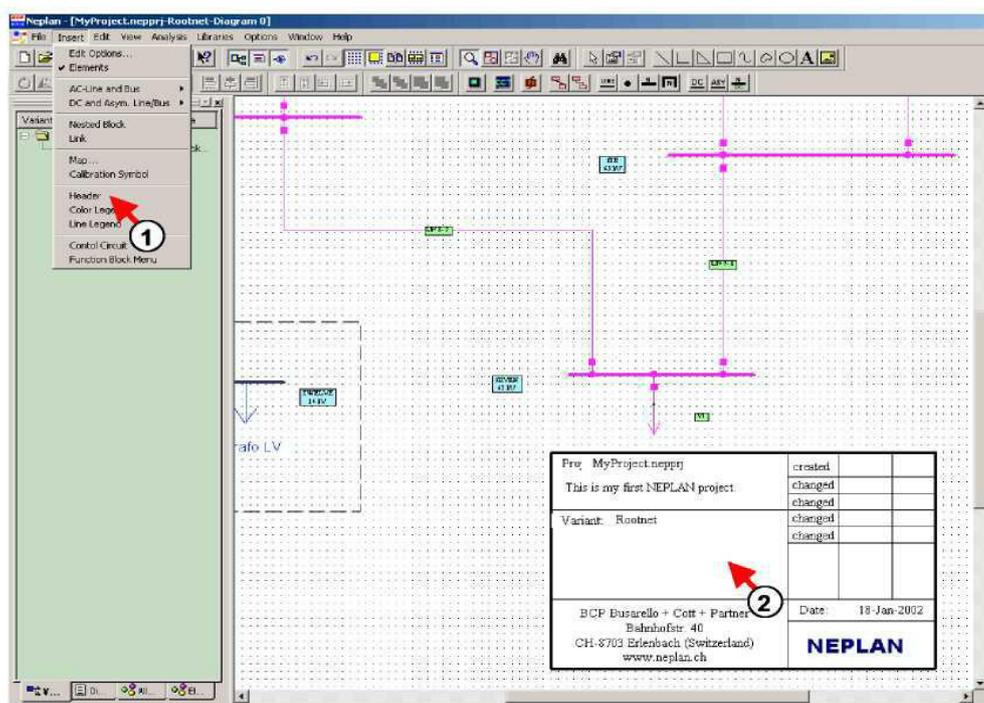

Рисунок 4.1 – Порядок вставки заголовка в схему
**Вставка заголовка (*Insert Header*).** У кожній схемі може бути вставлений заголовок, дані якого можуть редагуватися. Для цього необхідно використати панель меню *Insert: Insert/Header* (цифра 1, рис. 4.1). Далі потрібно натиснути ліву клавішу миші на схемі для вставки заголовка (цифра 2, рис. 4.1).